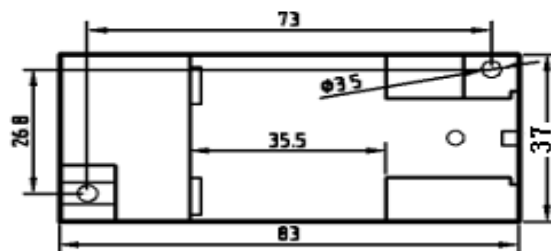

图 3 安装尺寸图
产品采用 DIN35 导轨式安装或螺钉固定安装，其安装尺寸如图 3 所示(单位 mm)。
- ① 按图 3 所示的螺孔位置在固定板上打直径为 3mm 孔；
- ② 使用 Φ3 的螺钉插入孔中固定。